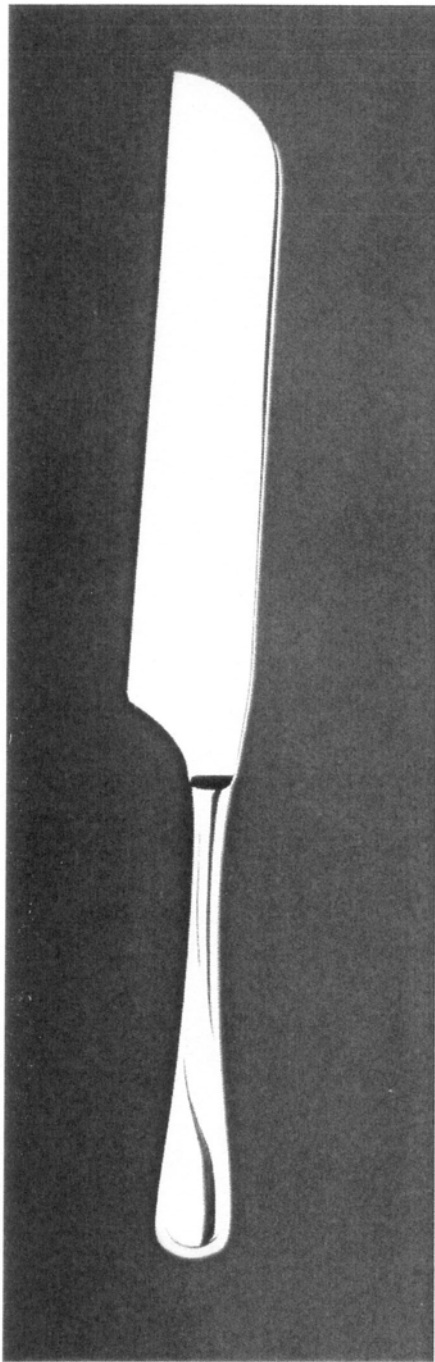

Fig. 1.4.1
- Fig. 1.4.1. przedstawia widok noża do ciasta z przodu
Elementy kompletu przedstawione na Fig. 1.4.1. oraz 1.4.2 a także 1.9.1. oraz 1.9.2 przedstawiające noże są obustronnie symetryczne, tzn. że po obu stronach rękojeści mają identyczne powierzchnie i ornamenty.